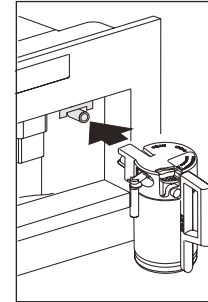

Fig. 32
- Retire el surtidor de agua caliente (Fig. 13) y fije el recipiente de leche en la boquilla (Fig. 32).